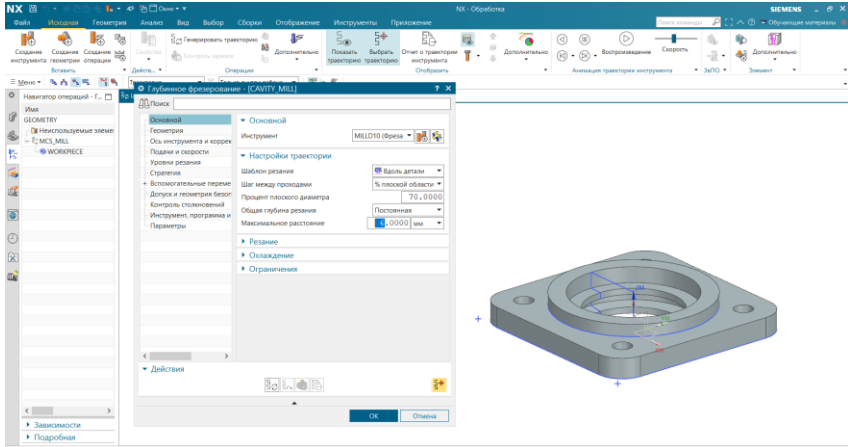
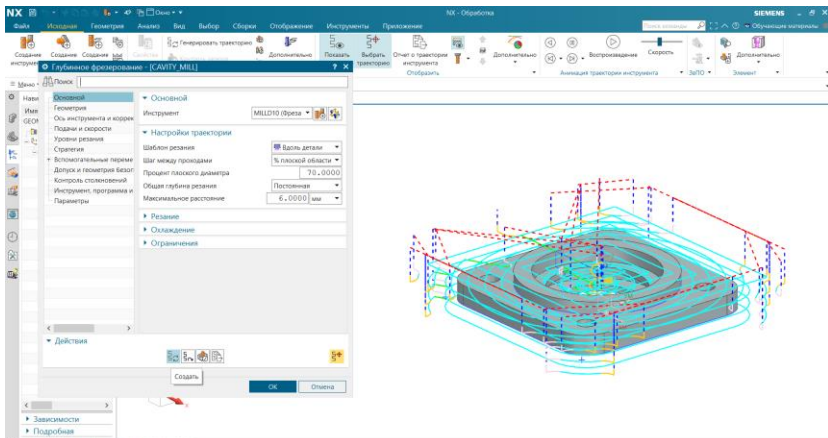

Рисунок 1.12 Диалогове вікно CAVITY MILL
Рисунок 1.13 Траектория инструмента
- це операція чорнової обробки CAVITY MILL. У групі параметрів Розташування вказуються батьківські об'єкти для цієї операції (іншими словами, розташування операції в ієрархії об'єктів обробки. Вкажіть ці об'єкти, як на рисунку 1.11. програма-NONE. Ім'я операції залиште за умовчанням і натисніть ОК. Використовуємо параметри операції за умовчанням «максимальное расстояние» – бмм і відразу виконаємо команду «Генерировать» (рис. 1.12). Траекторія буде створена (рис. 1.13).